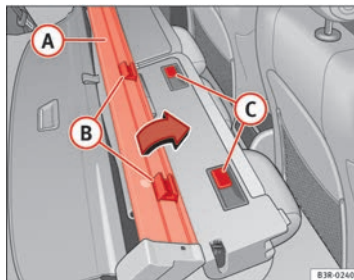

Fig. 123 Montar la cubierta del maletero / red de separación
- Coloque la red de separación **(A)** en el respaldo de modo que los soportes **(B)** se encuentren por delante de las guías **(C)** ⇒ fig. 123.